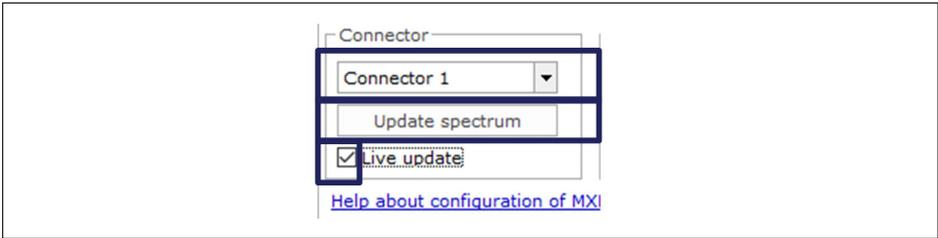

Fig. 4.8 Update spectrum (Actualizar el espectro)
- Cambie el conector seleccionado en la casilla **Connector** (Conector) (Fig. 4.8).
- Para actualizar el espectro óptico, pulse el botón **Update spectrum (Actualizar el espectro)** (Fig. 4.8).
- Para una actualización continua, active la casilla **Live update (Actualizar en vivo)** (Fig. 4.8).